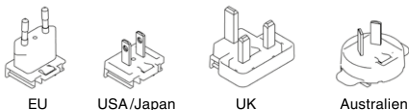
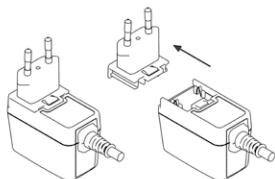

Abb. 3
Abb. 4
Der länderspezifische Primäradapter des Netzteils (4) ist austauschbar, wodurch ein weltweiter Einsatz möglich ist. Abb. 3 und Abb. 4 beschreiben die Vorgehensweise zum Wechseln des Steckers.